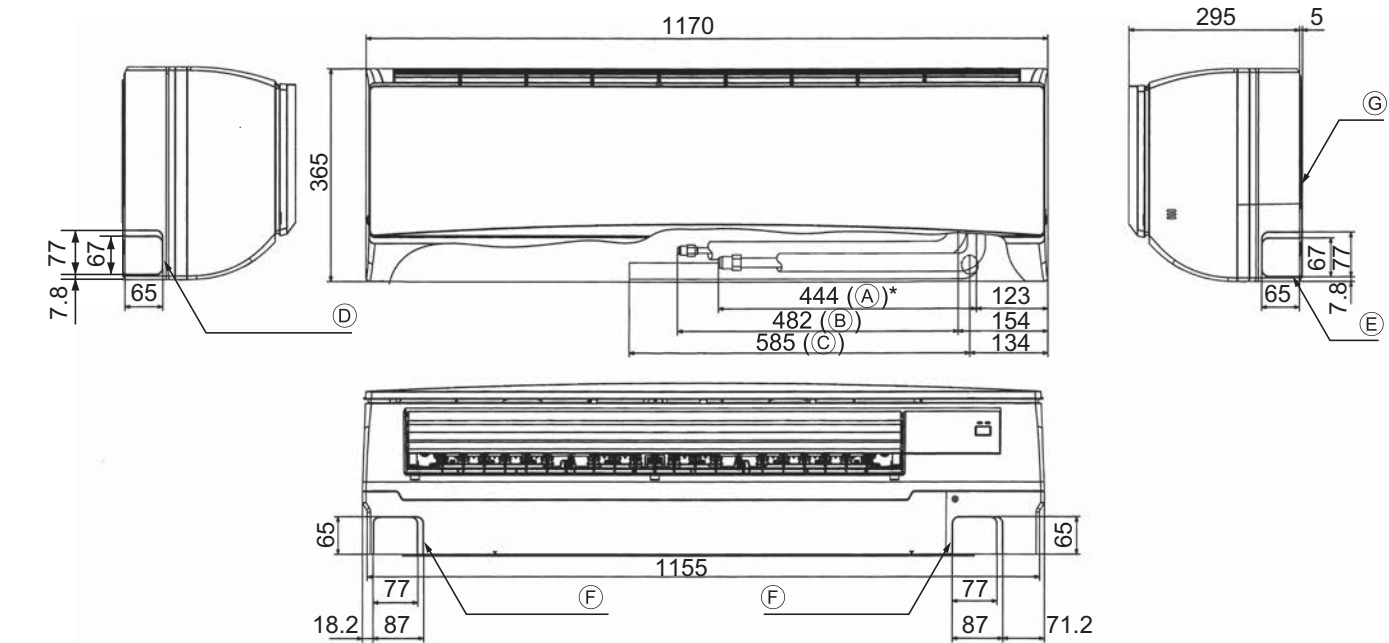

Fig. 4-2
4.2. Posizionamento delle tubazioni del refrigerante e di drenaggio (Fig. 4-2)
- (A) Tubo di trasporto gas * Con accessori installati.
- (B) Tubo di trasporto liquido
- (C) Tubo di drenaggio
- (D) Foro di uscita tubazione sinistra
- (E) Foro di uscita tubazione destra
- (F) Foro di uscita tubazione inferiore
- (G) Piastra di montaggio ①